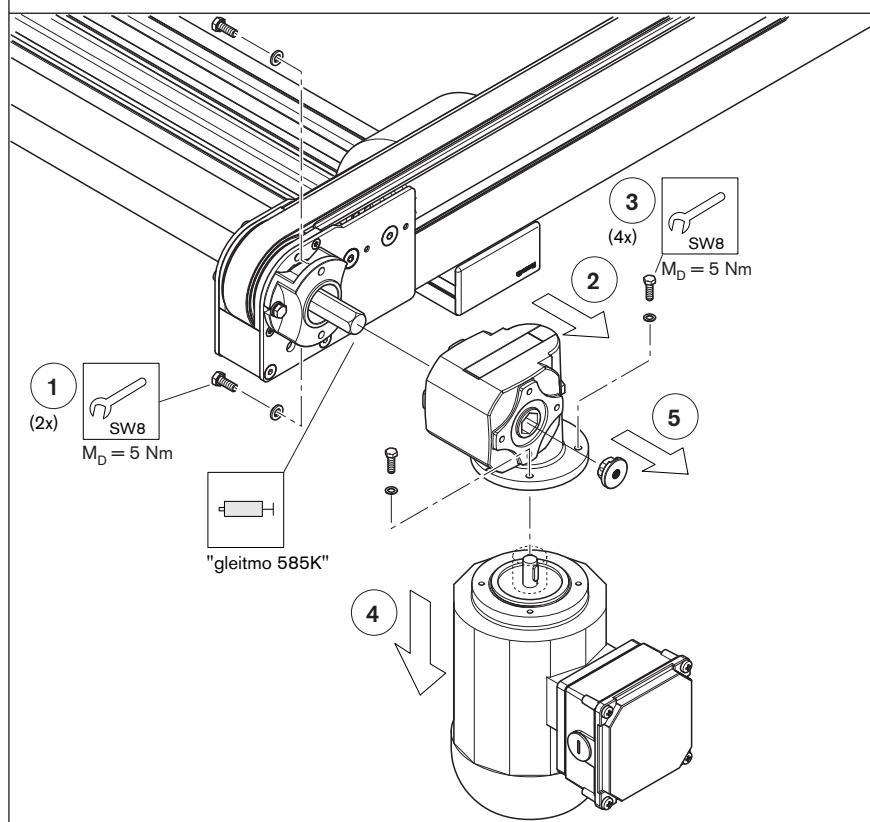

Fig. 20
- Fréquencemètre (C) avec tête de capteur (B) pour mesure de la tension de courroie.
- 2 goupilles ø 4 x 40 mm (A).
Soulevez la courroie du profilé de guidage, insérez deux goupilles ø 4 mm (A) entre la courroie et le profilé de guidage (voir « Fig. 20 »).